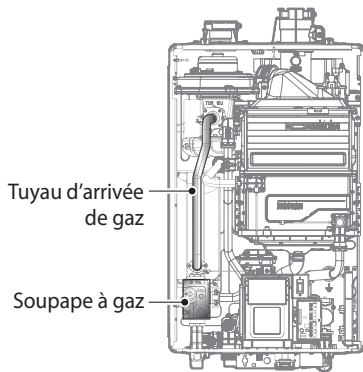

Figure 2. Composants internes des modèles NPE-A2/S2
3. Une fois le couvercle avant retiré, placez-le en lieu sûr pour éviter tout dommage accidentel. Lorsque les composants internes sont exposés, repérez le tuyau d'entrée de gaz et la soupape à gaz se trouvant à proximité du côté gauche de l'unité (mis en évidence à la figure 2).